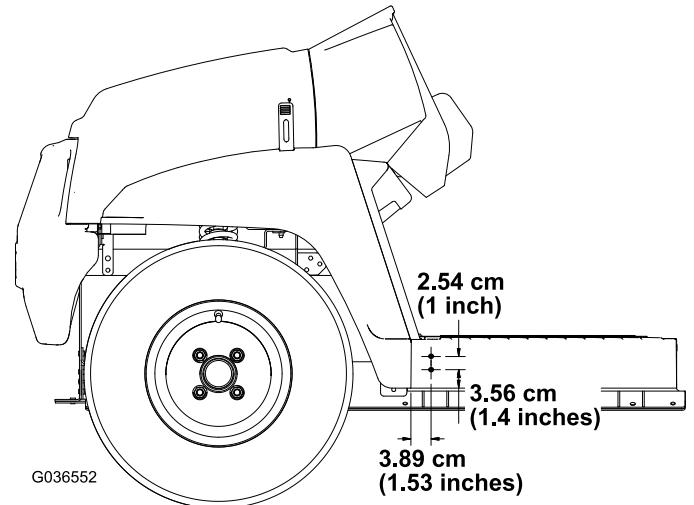

Figura 29
1. Utilizzando le dimensioni nella Figura 29, praticate 2 fori (5/16") all'esterno del pianale, sui lati sinistro e destro della macchina.